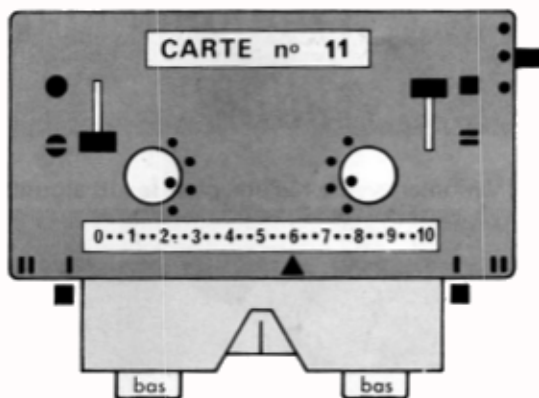

Fig. 180
– Régler le chariot comme fig. 180 (leviers sur "marche") et passer le chariot à gauche. Les aiguilles se sélectionnent,